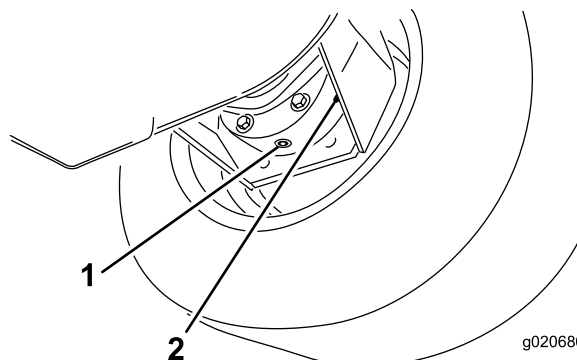

Figura 90
3. Coloque un recipiente debajo del alojamiento del freno, retire el tapón y deje que se drene el aceite (Figura 90).